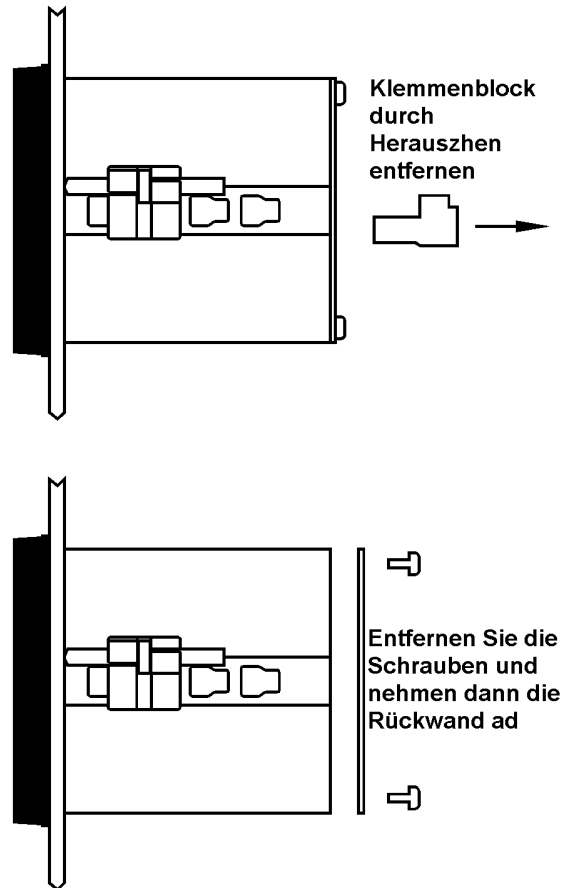

Bild: 6 Entfernen der Rückwand
Beide Instrumente werden mit Hilfe von Steckbrücken und zwei mehrgängigen Potentiometern eingestellt. Die Potentiometer können durch die Löcher in der Rückwand entsprechend eingestellt werden. Um Veränderungen der Steckbrücken vorzunehmen muss die Rückwand des Geräts dazu entfernt werden, siehe Bild 6.
- a. Entfernen Sie den hinteren Klemmenblock und die Rückwand wie auf Bild 6 dargestellt.